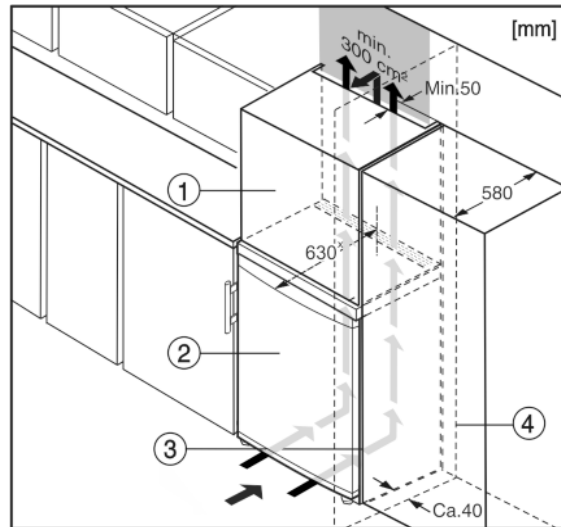

Fig. 8
- (1) Дополнительный шкафчик
(2) Устройство
(3) Кухонный шкаф
(4) Стенка
Устройство может быть окружено кухонными шкафами. Чтобы уравнять устройство Fig. 8 (2) по высоте с кухонной стенкой, можно установить над устройством дополнительный шкафчик Fig. 8 (1).
При комбинировании с кухонными шкафами (глубина макс. 580 мм) устройство можно установить непосредственно рядом с кухонным шкафом Fig. 8 (3). Устройство выступает сбоку на 34 мм * и по центру на 50 мм * относительно передней стенки кухонного шкафа.
Если устройство установлено на шарнирах у стены Fig. 8 (4), то расстояние между устройством и стеной должно быть не менее 40 мм. Настолько выступает ручка при открытой дверце.